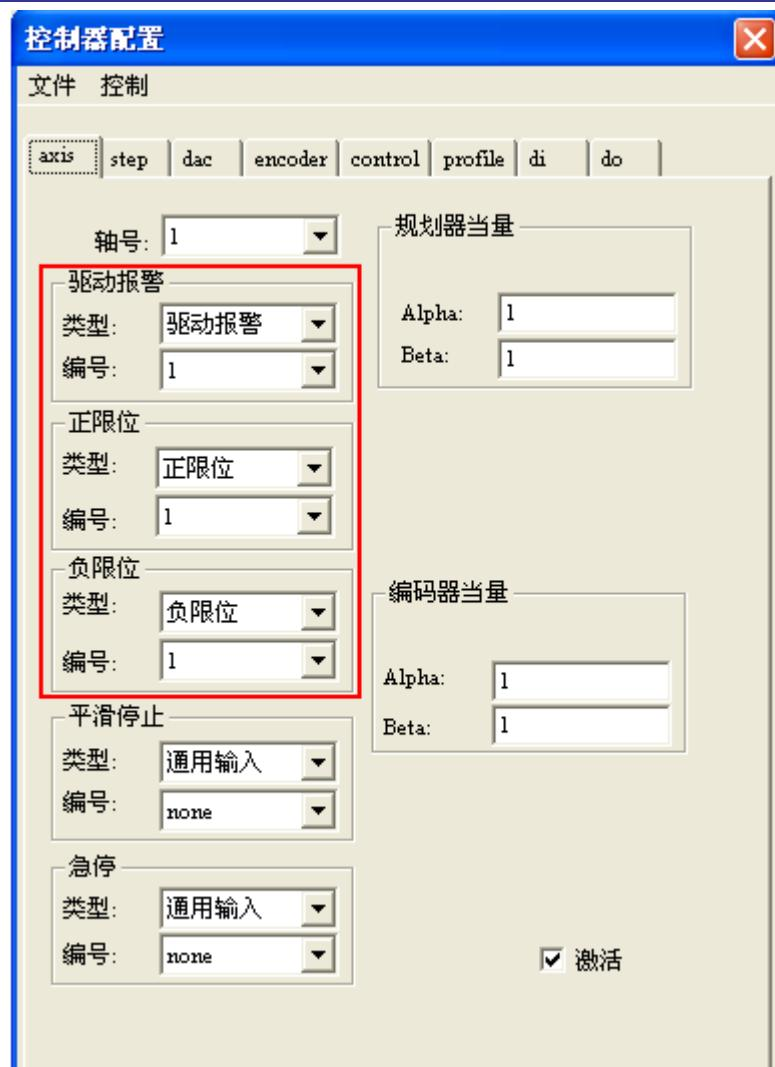
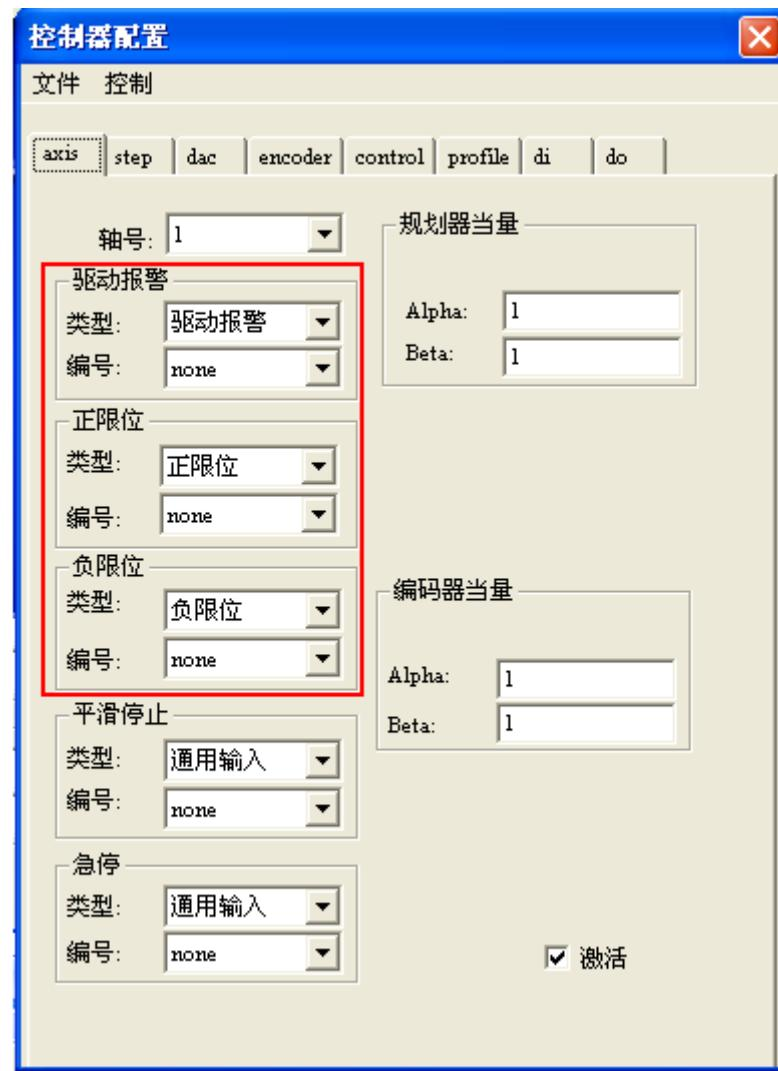

图 4-5 控制器配置模块对话框
图 4-6 无效限位以及驱动报警设置
- 1) 以第 1 轴为例，操作如下：点击 MCT2008 主界面菜单“工具”-->“控制器配置”，将会弹出控制器配置模块对话框。如图 4-5 所示。
- 2) 图 4-5 中显示“axis”配置状态为轴 1 的驱动报警绑定在 1 号驱动报警信号上，正限位绑定在 1 号正限位信号上，负限位绑定在 1 号负限位信号上。此时，由于未接传感器，而控制器默认状态下以上信号都是触发的。因此，应将以上信号无效掉，即各编号设置为“none”，操作如图 4-6 所示：
- 1) 启动 MCT2008，如图 4-4 所示，复位控制器。点击主界面菜单“工具”->“控制器配置”，将会弹出控制器配置模块对话框，如图 4-5 所示。首先，将轴 1 的报警无效掉，如图 4-6 所示。接着，将标签页切换到“dac”标签页，选择 dac 编号 1，将 dac 绑定到轴 1 上输出，其他的设置采取默认的设置，如图 4-9 所示：
(4) 对话框右边的一排按钮可以对轴进行一些操作。
- a) 控制器存在伺服报警，此时请按图 4-6 重新进行设置并按图 4-8 写入到控制器中。